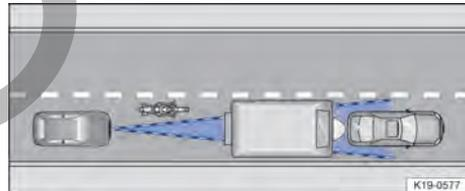

Fig. 121 Vehículo estrecho.
- En el caso de vehículos que circulen fuera de la zona del sensor a poca distancia de su vehículo, p. ej., motocicletas → fig. 121.